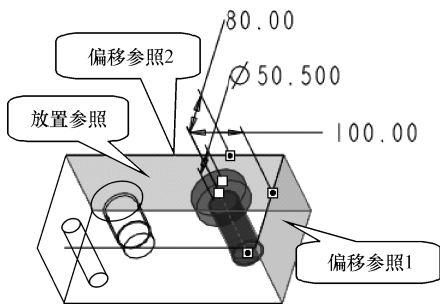
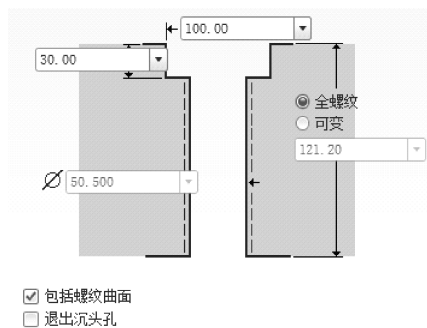

图 7-18 放置第 3 个孔
图 7-19 设置第 3 个孔的形状
(21) 在图形区选择长方体右表面，在图形区双击偏移尺寸数字，在出现的组合框中输入尺寸值“100”，单击鼠标中键接受该值。
(22) 按住〈Ctrl〉键选择长方体后表面，同样修改偏移尺寸值为“80”，如图 7-18 所示。
(23) 在对话框中单击【标准孔】按钮，使其处于按下状态，在【标准类型】下拉列表框中单击“ISO”。
(24) 在对话框的【标准螺纹】下拉列表框中选择“M56X5.5”。
(25) 在【拉伸深度类型】列表中选择【拉伸深度】类型为.
(26) 单击【添加沉孔】按钮，使其处于按下状态，设置添加沉孔。
(27) 单击操控板中的【形状】按钮，弹出【形状】下滑面板，设置各参数，如图 7-19 所示。
(28) 拖动鼠标中键从各个方向预览模型，符合要求后，单击控制区的【应用】按钮，完成第 3 个孔特征。